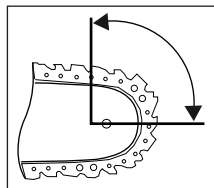

Fig. 1
- En berøring med skinnespidsen kan i mange tilfælde medføre en uventet bagudrettet reaktion, hvor sværdet ⑩ løftes op i retning af brugeren (se fig. 1).